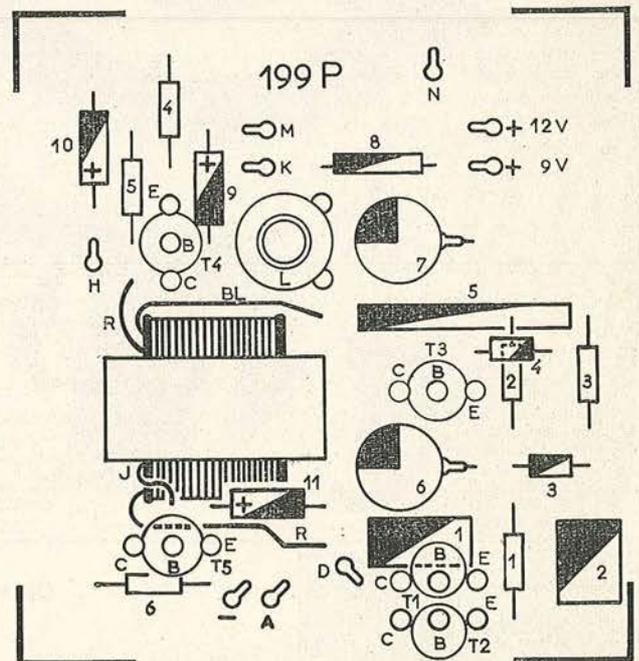

FIG. 2. — Disposition des éléments sur la partie supérieure de la plaquette à circuit imprimé 199 (échelle 1)
Le premier travail consiste à fixer les éléments de la partie inférieure de la plaquette à circuit imprimé 199 représentée par la figure 2 : bobinage L (L_1) fixé par une vis traversant le mandrin. Ce bobinage à noyau réglable est fourni et les deux trous tangents au cercle L correspondent au passage des deux fils de sortie du bobinage.
Le transformateur de liaison TR est fixé par soudure des pattes de son étrier au circuit imprimé. Son orientation sera réalisée en tenant compte de la disposition de ses fils de sortie (R) rouges, BL (bleu), J (jaune), et R (rouge) traversant la plaquette et soudés au circuit imprimé comme indiqué sur la figure 2.